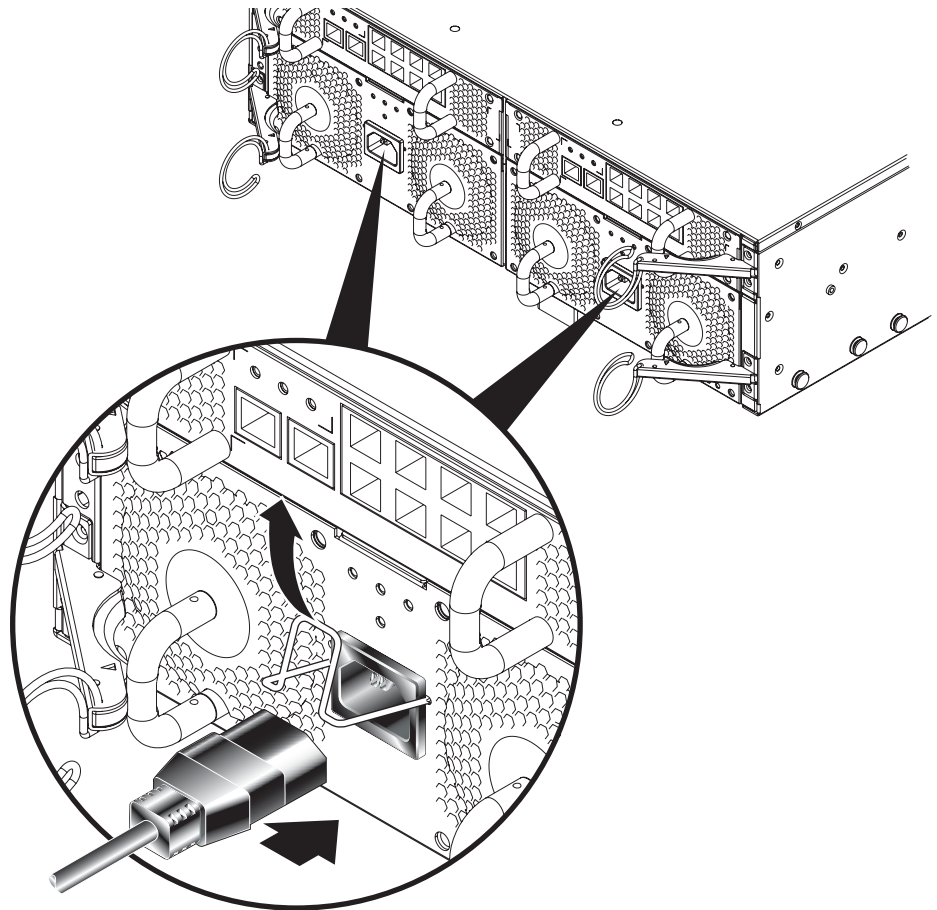

FIGURE 5-2 Insertion des cordons d'alimentation IEC
1. Branchez le cordon d'alimentation à la prise électrique IEC (FIGURE 5-2).